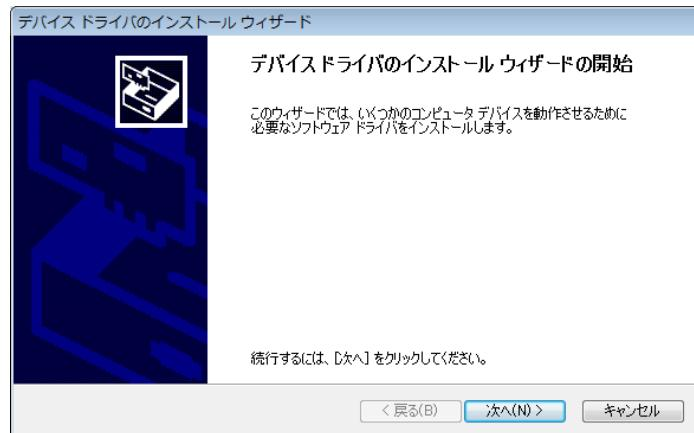

図 4.1-3 デバイスドライバのインストールウィザード
- デバイスドライバのインストールウィザード(図 4.1-3)が表示されますので、【次へ】を押してインストールを開始して下さい。